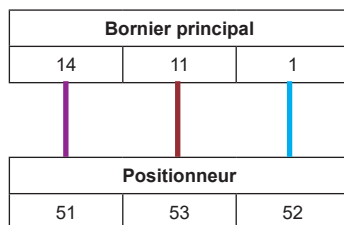

Fig. 26 Schéma des bornes d'installation du positionneur (1 - 6 kN)
- 1 - 6 kN Connecter le faisceau de câbles DE (orientation indiquée dans la Figure 25) comme indiqué dans la Figure 26 "Schéma des bornes de l'installation du positionneur (1 - 6 kN)"